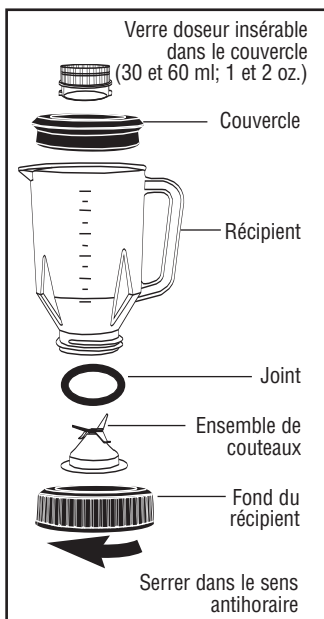

Fig. 1
NOTE : Si le fond et les lames du récipient de votre mixer sont amovibles, il est essentiel de suivre les instructions ci-dessous lors de l'assemblage du récipient (voir figure 1) :
- Après lavage et séchage, réassemblez les récipients à fond amovible. Assurez-vous que le joint se situe entre l'ensemble de lames et le récipient, voir Figure 1.